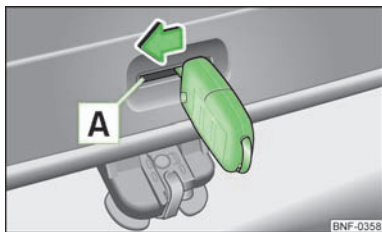

Fig. 16
- Introduza a chave do veículo ou uma ferramenta semelhante até ao encosto na abertura **A** » Fig. 16 no revestimento da tampa.